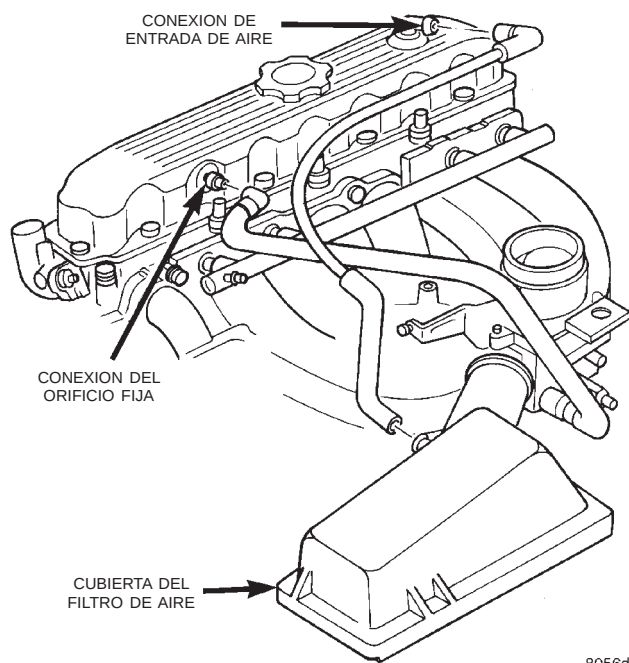

Fig. 30 Tapa de la culata de cilindros del motor
- (1) Desconecte el cable negativo de la batería.
- (2) Desconecte la manguera de vacío de la ventilación del cárter (CCV) de la tapa de culata de cilindros del motor (Fig. 30).
- (3) Desconecte la manguera de admisión de aire puro de la tapa de culata de cilindros del motor (Fig. 30).
(2) Si va a reemplazar la tapa, transfiera la virola de la válvula de la CCV y el tapón de la boca de llenado de aceite de la tapa original a la tapa de recambio.
(3) Instale la tapa de la culata de cilindros del motor. Apriete los pernos de instalación con una torsión de 13 N·m (115 lbs. pulg.).
(4) Conecte las mangueras de CCV (Fig. 30).
(5) Conecte el cable negativo a la batería.